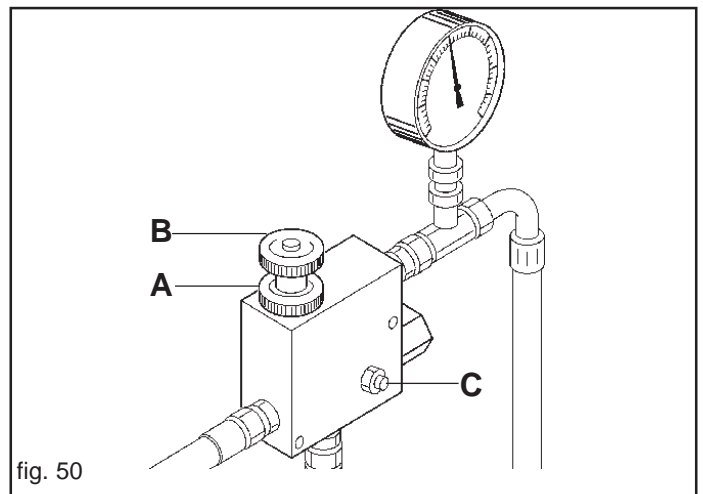

fig. 50
Wenn man die Gebläseumdrehungen für die Verteilung von schwereren Samen erhöhen will, mit Vorsicht und Achtung wie folgt vorgehen (Abb. 50):
- Die Feststellnutmutter lockern (A Abb. 50);
- Regelventil (B Abb. 50) im Uhrzeiger- oder Gegensinn drehen um den Druck zu senken oder zu erhöhen und daher die Gebläseumdrehungen zu ändern.